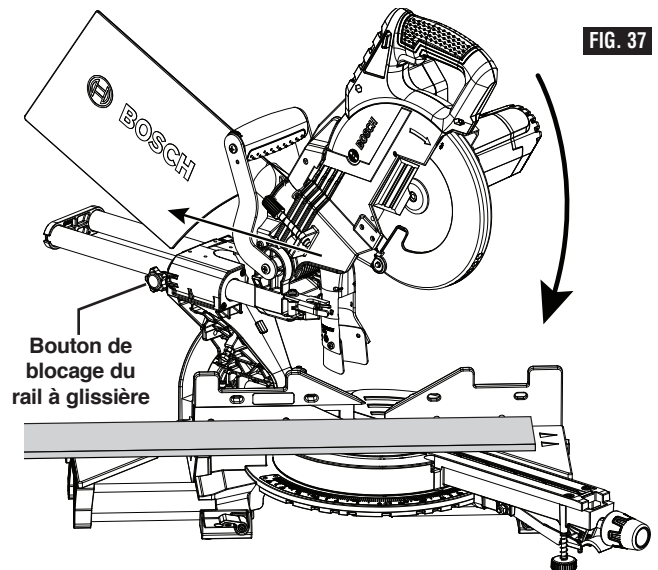

FIG. 37
1. Faites glisser la tête de la scie vers l'arrière jusqu'au bout de sa course (figure 37).